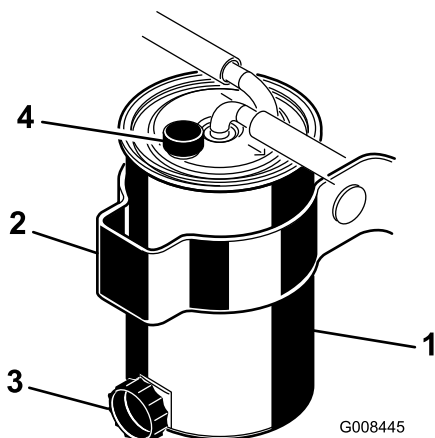

Figura 47
- Limpie la zona de montaje del cartucho del filtro (Figura 47).
- Abra el tapón de vaciado y la válvula de alivio del filtro (Figura 47).